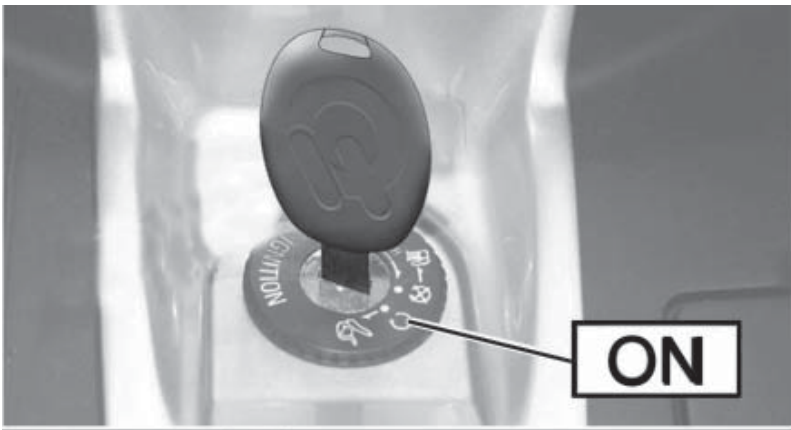

Abb. 02
- Den Hebel der vorderen/hinteren Bremse ziehen und gleichzeitig den Startknopf drücken (**Abb. 02**).